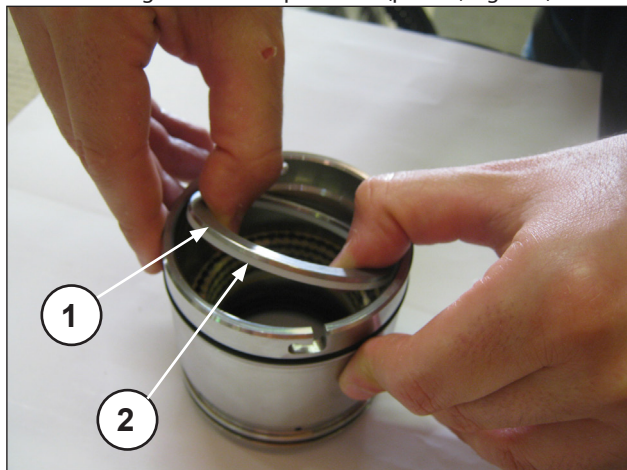
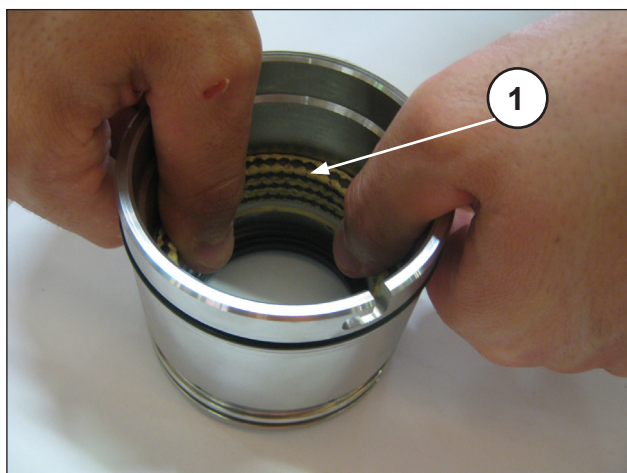

Fig. 162
Fig. 163
Separare il supporto guarnizioni dalla camicia, togliere l'anello per molla e l'anello raschiatore (pos. ① ②, Fig. 162) per accedere alle guarnizioni di pressione (pos. ①, Fig. 163).